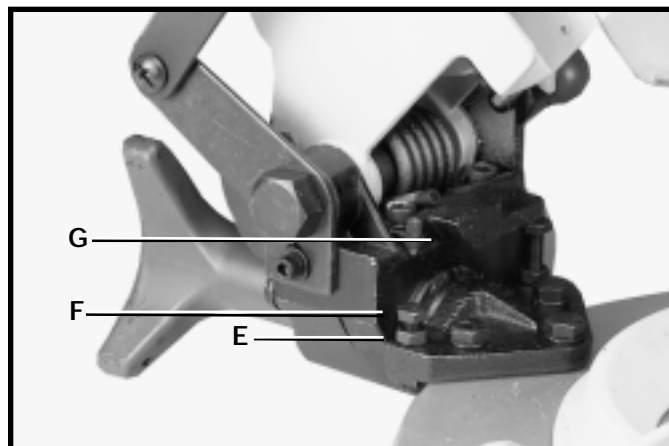

Fig. 29
7. Si un réglage est nécessaire, desserrez le contre-écrou (E) fig. 29, et tournez la vis (F) jusqu'à ce qu'elle entre en contact avec la partie en fonte (G) quand la lame est à 45° par rapport à la table. Resserez alors le contre-écrou (E).